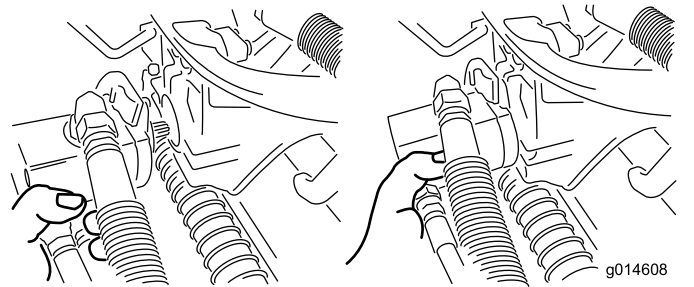

Figure 51
3. Amenez le moteur à la position de rangement sur l'avant du bras de suspension (**Figure 51**).